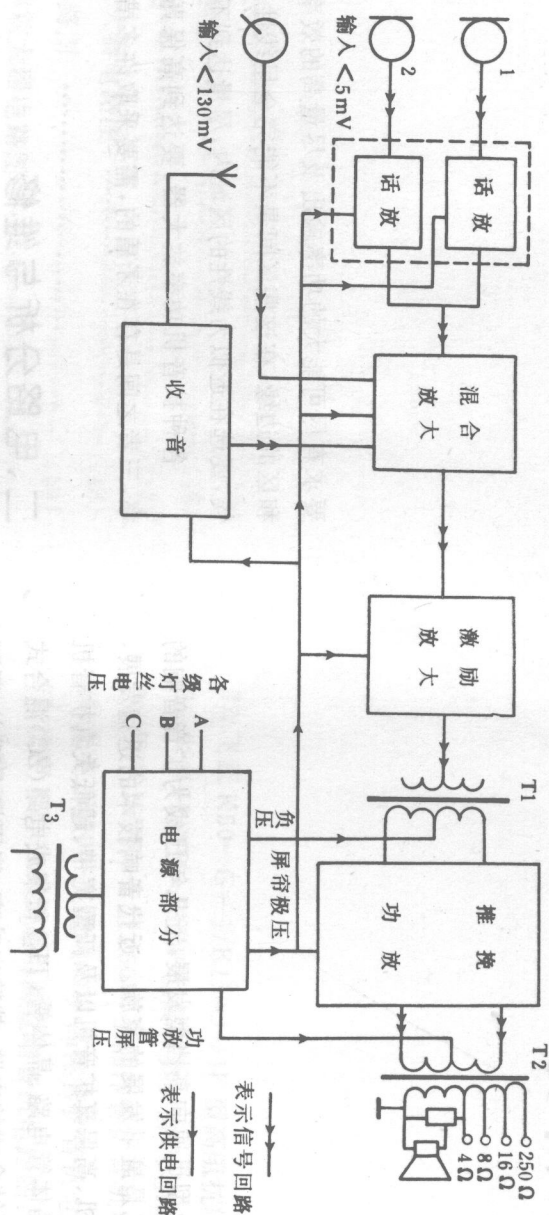
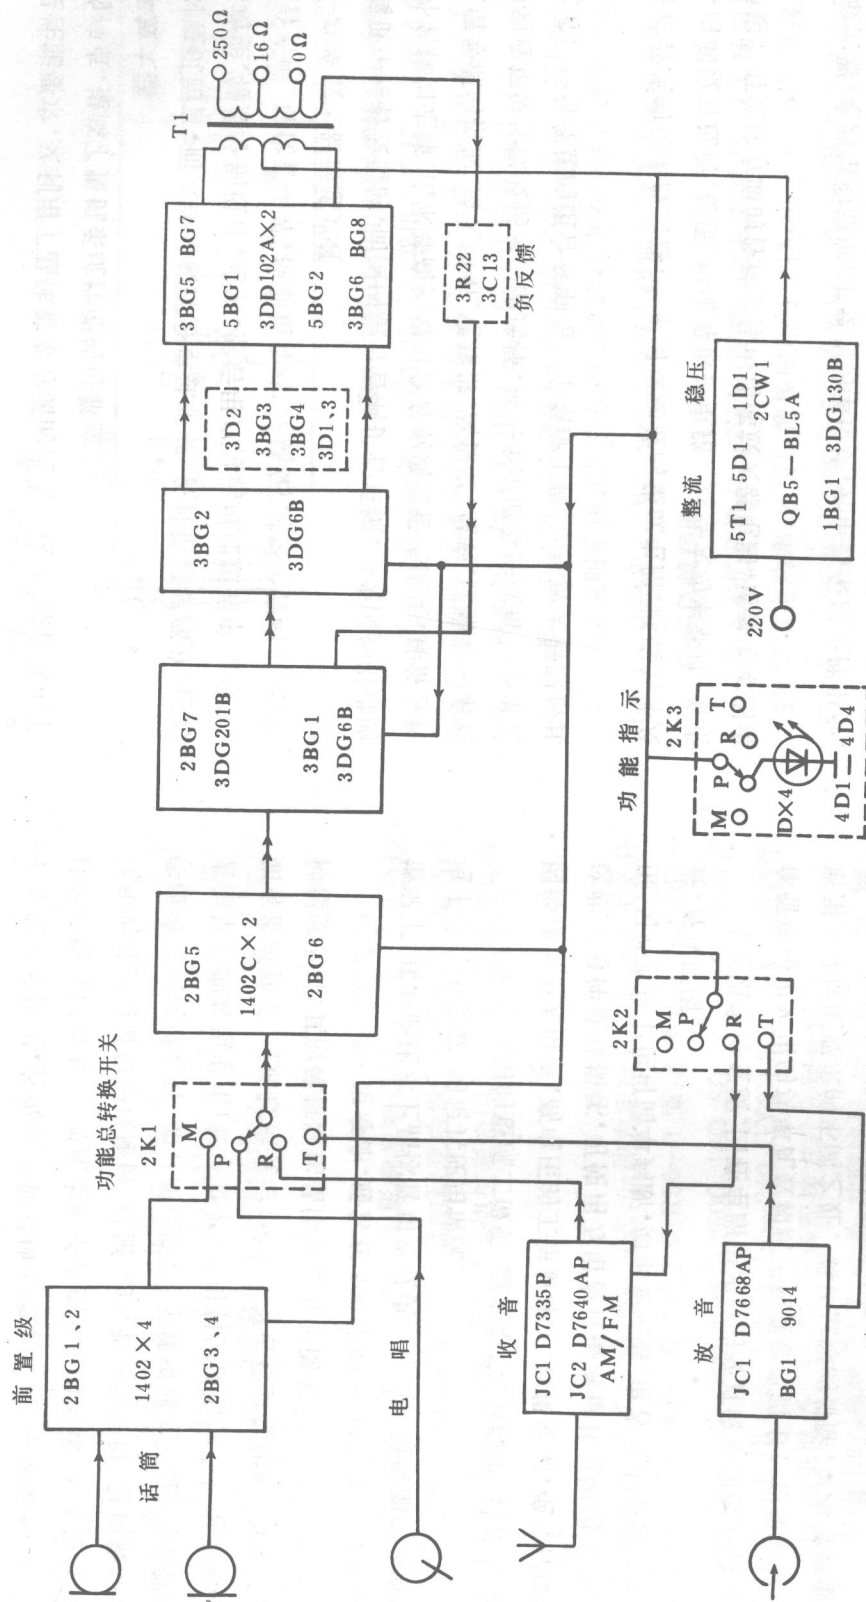

图 1 全电子管扩音机方框图
图2 飞跃NA-1162F型DL全晶体管收音机方框图
6. 电路特点。从图 1 可看出,整机由话筒输入前置放大,传声、拾音、收音混放,公用激励放大(推动级),功率放大及电源等五部分电路组成。线路结构简单,维修方便。采用电子管线路结构,电源供电系统不同于一般晶体管电路,由单一的电源提供一种电压;电源电路部分十分简单。而全电子管电路要 AC 交流供灯丝电压、DC 直流电压供屏极、帘栅
飞跃 NA—1162、NA—1162F、K50G—1、K50G—1F 型系列,其电路元器件全部采用国产品体管,除收音部分采用了 IC 外,扩音系统全是分立件电路结构。此型号系列基本电路相似,NA—1162F 和 K50G—1F 分别在原型号 NA—1162 和 K50G—1 的基础上增加收音功能,其输出功率分别为 25W、50W。电路结构由下列各部分组成,如图 2 所示。
2. 电路主要特点。图2比图1复杂些,增加了磁带收音系统,除此之外,还增加了晶体管电路所要求的保护电路,而电子管没有这部分电路, R50-1型输出功率为50W,而NA-1162F型输出功率为25W,在电路设计中要设计必要的保护措施。在某种程度上,晶体管功率放大器的电路经不起大电流和高电压的瞬间冲击。负载短路或开路瞬间,基极电源部分设有保险,但有时电源保险未烧,而功放管子已损坏了。有些收音机采用晶体管,没有保护电路或保护电路不完善,易损坏功放管。而电子管则比晶体管承受的瞬时冲击强百倍。晶体管具有大家熟悉的耗电省、体积小、使用寿命长的优点,但在大功率的放大器中,它又比不上电子管,存在着致命的弱点。